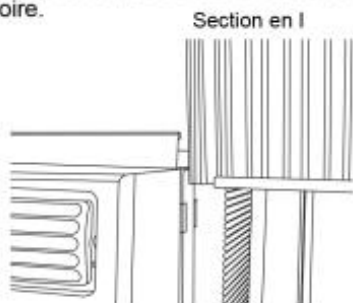

Fig.2
- B. Faites glisser l'extrémité libre en « I » du panneau directement dans le caisson, tel qu'illustré à la figure 2. Glissez le panneau vers le bas. Assurez-vous de laisser assez d'espace pour glisser le haut et le bas du cadre dans les montants sur l'armoire.